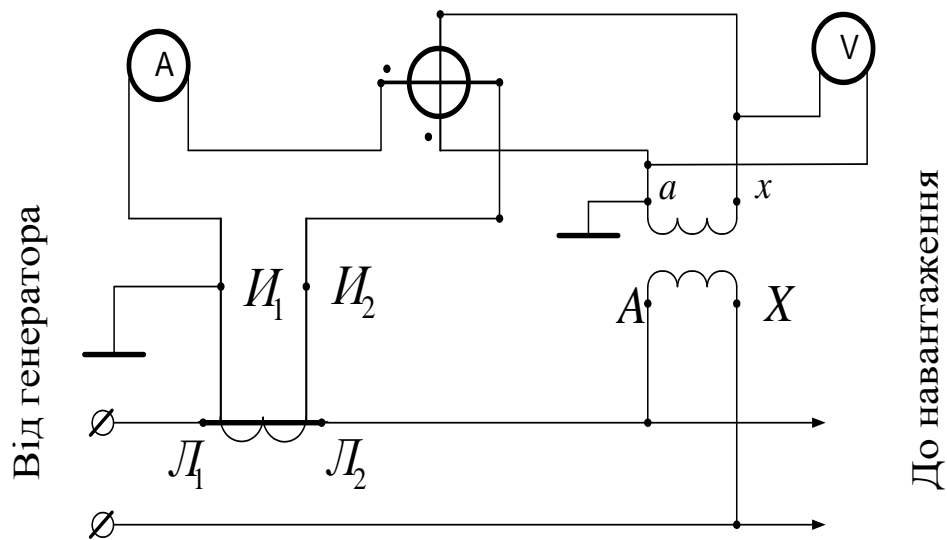

Рисунок 1.1
1.3 При випробуванні однофазного споживача змінного струму за схемою (рис. 1.1) увімкнути такі прилади: ватметр ( $U_{кВ} = 100\text{В}$ ,  $I_{кВ} = 5\text{А}$ ,  $\alpha_{кВ} = 100\text{В}$ ), вольтметр ( $U_{кВ} = 100\text{В}$ ) та амперметр ( $I_{кА} = 5\text{А}$ ). Прилади ввімкнені через вимірювальний трансформатор напруги з коефіцієнтом трансформації  $K_U = 500/100$  і трансформатор струму з коефіцієнтом трансформації  $K_I = 30/5$ . При випробуванні вольтметр показав  $U = 76\text{В}$ , амперметр  $I = 4,5\text{А}$ , стрілки ватметра відхилилися на  $\alpha_w = 64$  поділки шкали.